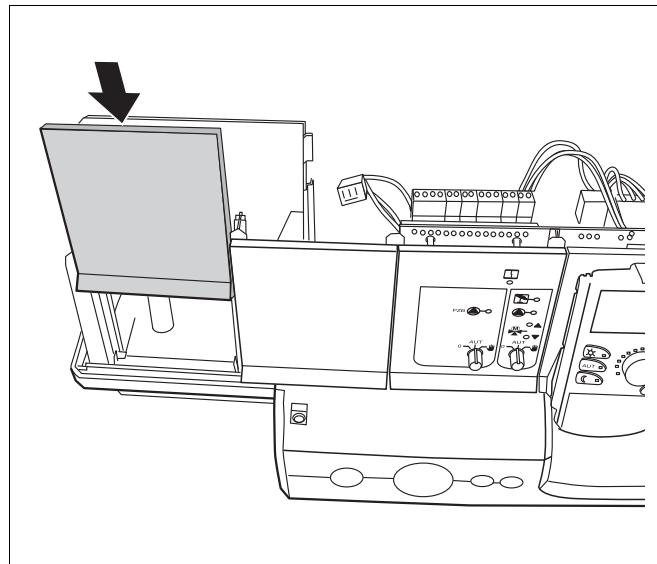

Рис. 11 Установка заглушки
- Если устанавливать новый модуль не требуется, то закройте образовавшийся проем заглушкой (\rightarrow Рис. 11).